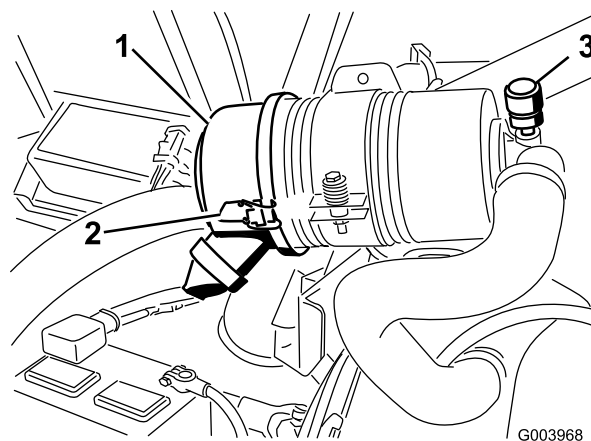

Figura 54
Faça a manutenção ao filtro de ar apenas quando o indicador de manutenção (Figura 54) o exigir. Mudar o filtro de ar antes de ser necessário apenas aumenta a possibilidade de entrar sujeira no motor quando se retira o filtro.
1. Liberte os trincos que fixam a cobertura do filtro de ar ao respectivo corpo (Figura 54).